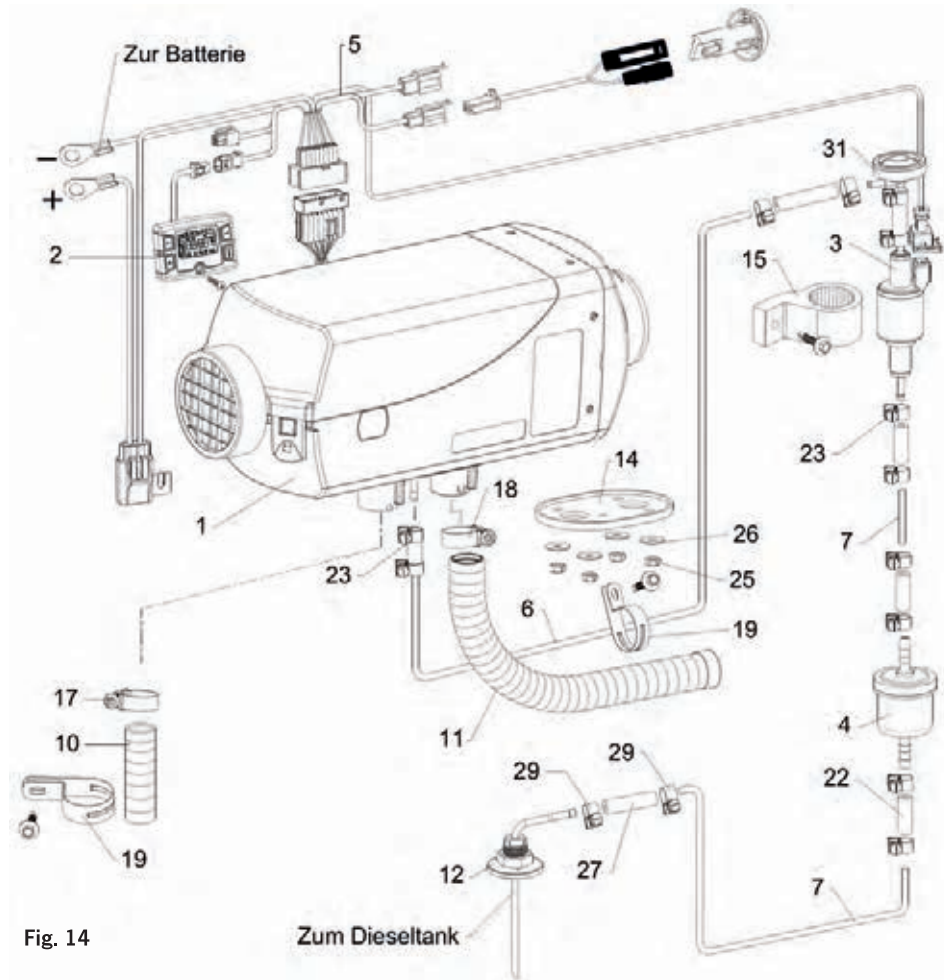

Fig. 14
32. VanHeat 4.0-DH | Produktinformation | Ersatzteilliste (Siehe Fig. 14)